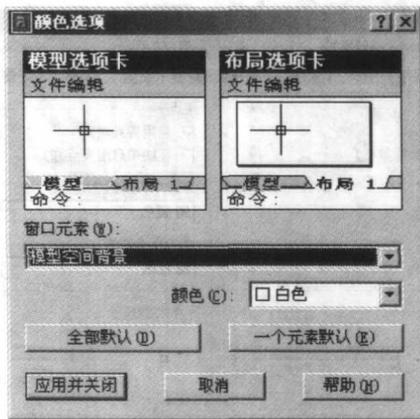

图1-10 【颜色选项】对话框
- 在“窗口元素”区域中单击 **颜色(C)...** 按钮，打开【颜色选项】对话框，如图 1-10 所示。该对话框“窗口元素”下拉列表中包含可设定颜色的所有元素，选择其中之一，例如选择“模型空间背景”或“图纸空间背景”。之后，在“颜色”下拉列表中指定所需颜色，则 AutoCAD 在对话框中显示新设置的效果图片。